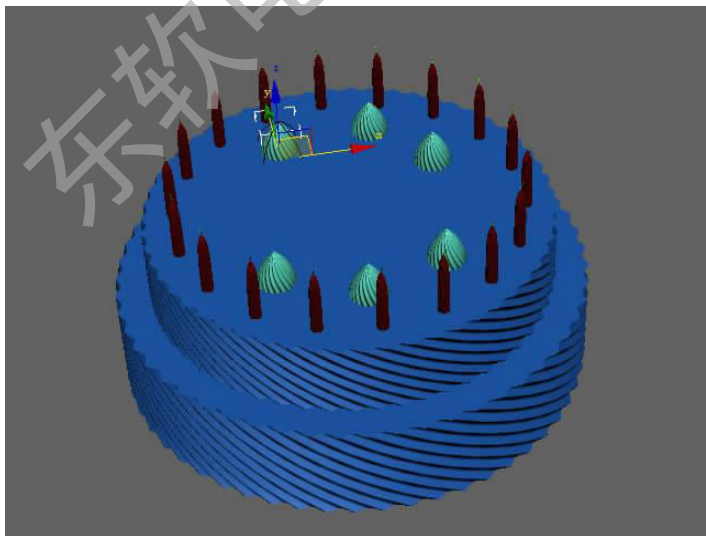

图 2-73 调整位置
Step 17. 将上一步做好的模型复制, 放到蛋糕上相应的位置, 如图 2-73 所示。